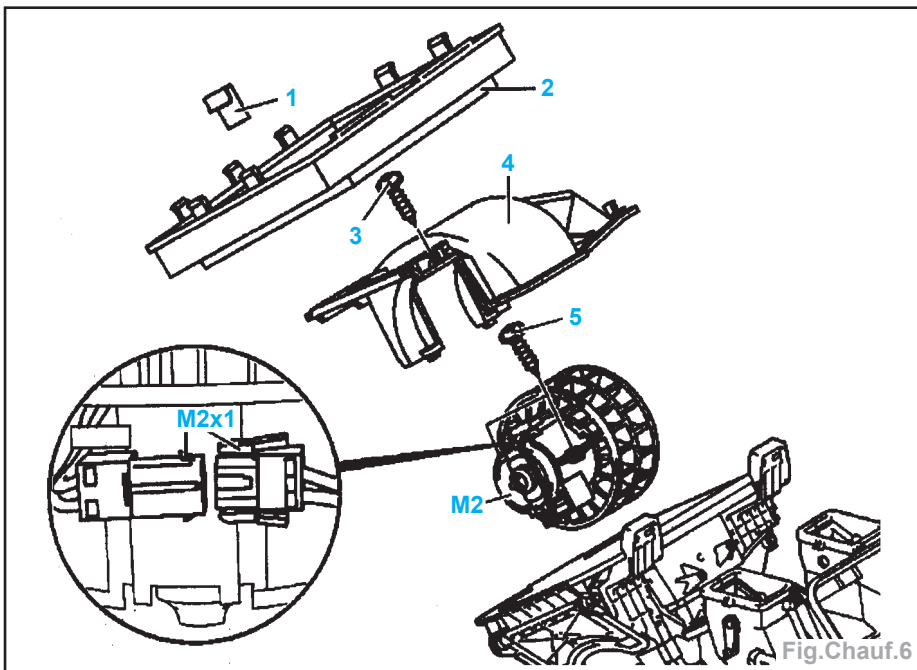

Fig. Chauff.6
- Déposer (Fig. Chauff.6) :
- le couvercle (2) du caisson (4 agrafes 1),
- les 5 vis et le recouvrement du moteur (4).